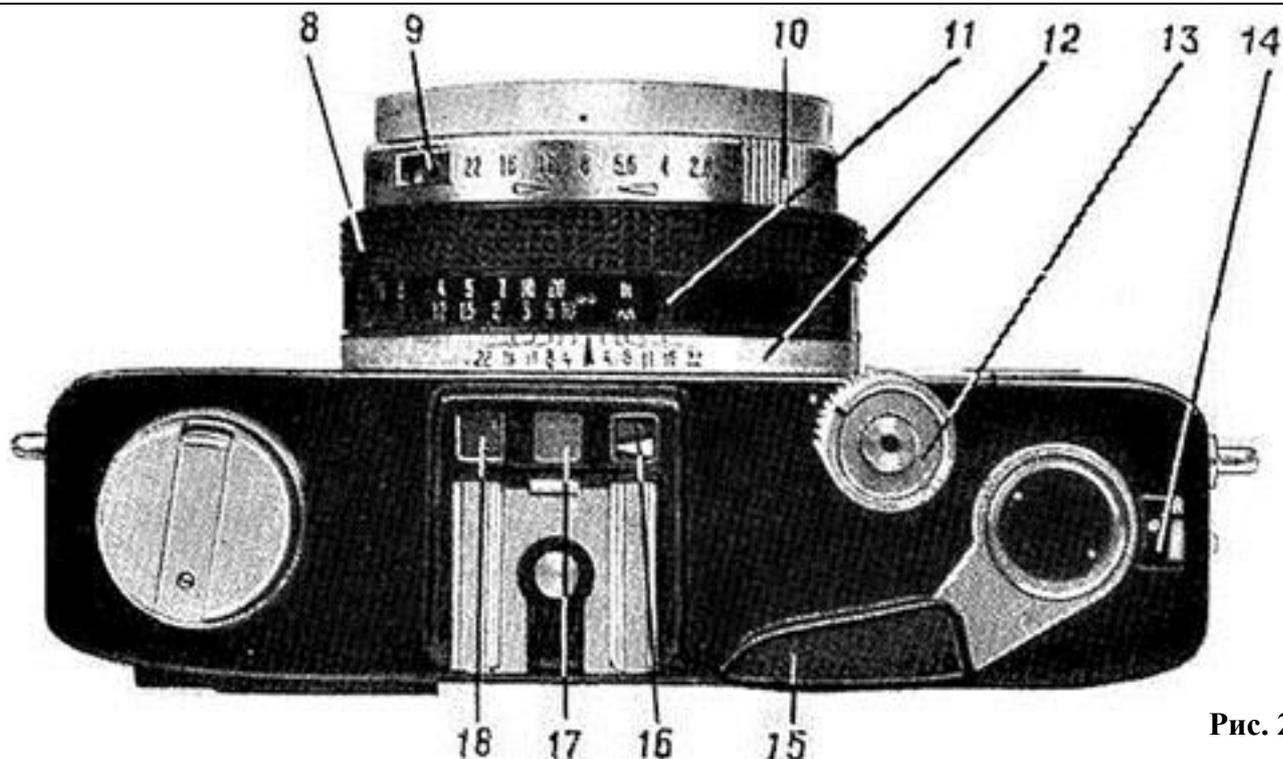
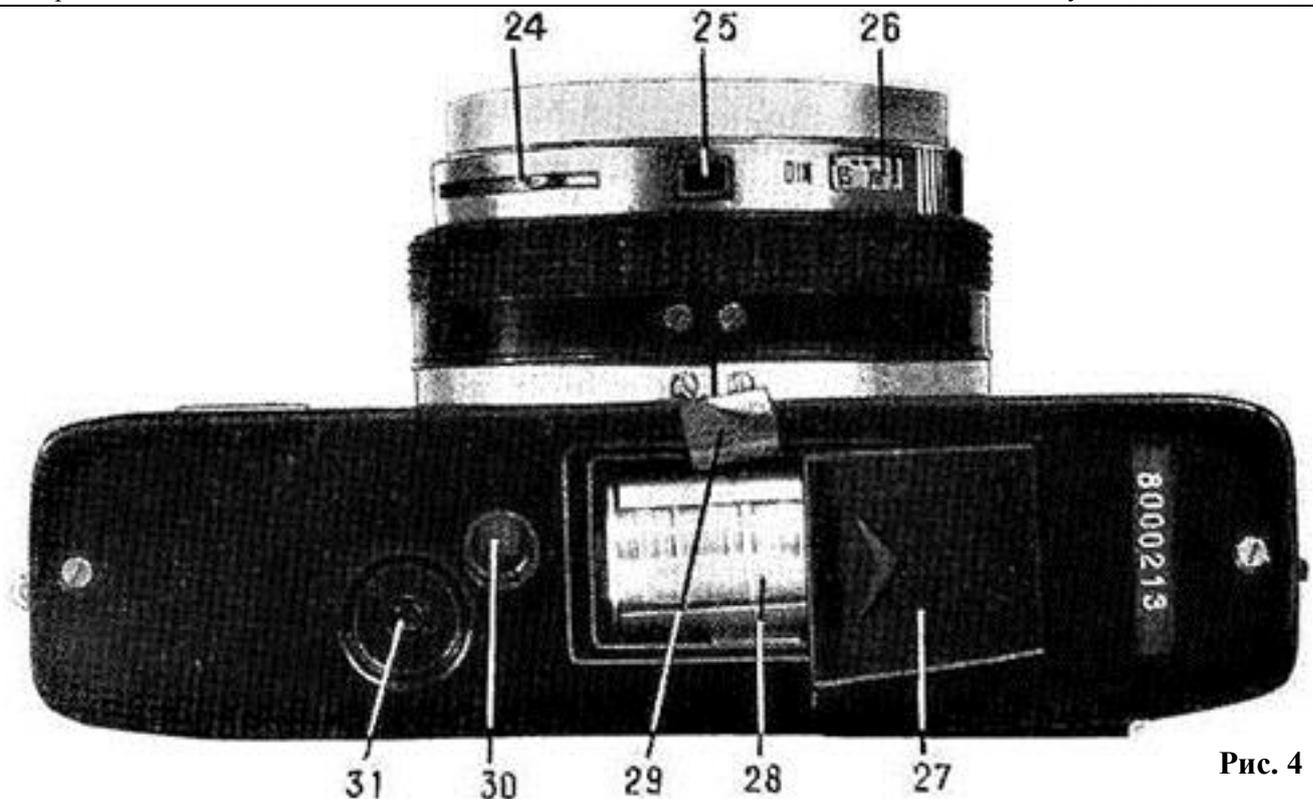
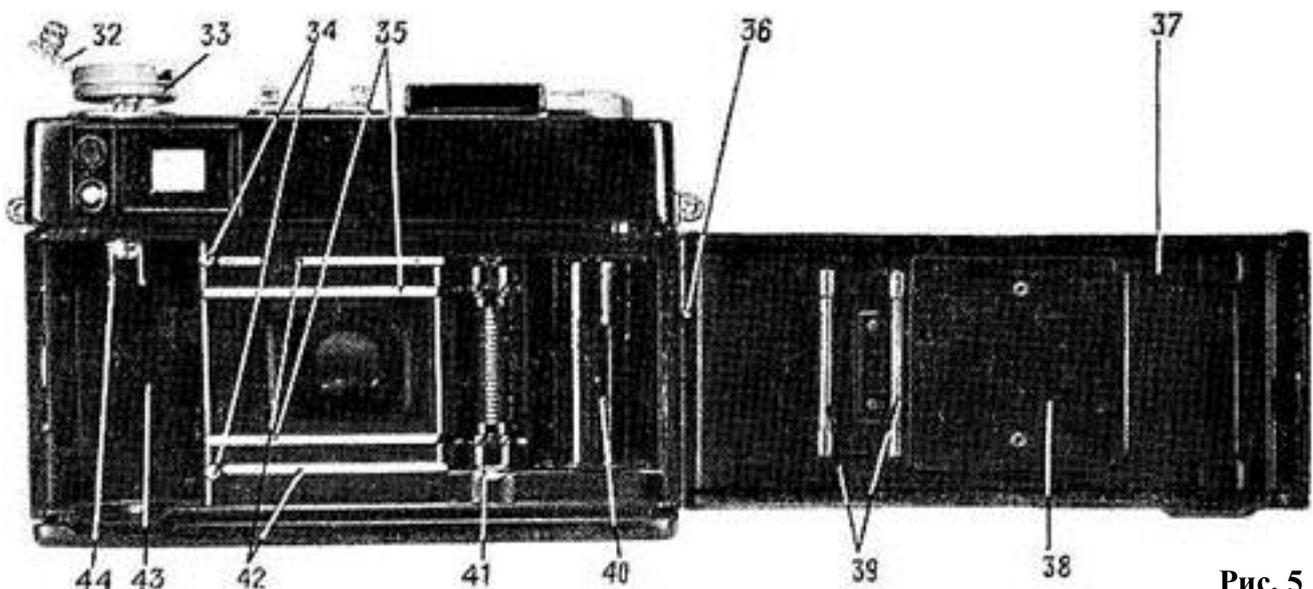

Рис. 2
Рис. 4
Рис. 5
Фотоаппарат «Электра 112» снабжен двумя световыми индикаторами – красным индикатором **18** (см. рис. 2) и желтым индикатором **17**, с помощью которых определяется оптимальный световой диапазон работы фотоаппарата.
Для исключения случайного нажатия спусковой кнопки **4** (см. рис. 1), что может привести к включению электронной схемы и разрядке источника питания, в фотоаппарате предусмотрена блокировка хода спусковой кнопки. Для блокировки хода спусковой кнопки необходимо повернуть фиксатор **13** (см. рис. 2) против направления часовой стрелки так, чтобы точка на фиксаторе расположилась против точки на крышке фотоаппарата.
Задняя крышка **37** (см. рис. 5) сделана съемной.
Фокусировка объектива проверяется с помощью дальномерного поля, расположенного в центре видоискателя. Если объектов не сфокусирован, изображение объекта фотографирования будет двоиться. Совмещение изображений осуществляется поворотом кольца фокусировки **8** (см. рис. 2).
Наличие в фотоаппарата шкалы для определения границ резко изображаемого пространства **12** (см. рис. 2) расширяет его эксплуатационные возможности.
Откройте крышку **27** (см. рис. 4), сдвинув ее в направлении, указанном стрелкой.
Для того чтобы вынуть источник питания из контейнера, необходимо открыть крышку **17** (см. рис. 2) контейнера и потянуть за конец ленту **29** (см. рис. 4).
Откройте заднюю крышку **37** (см. рис. 5), подняв маховик **33** вверх до упора. Вставьте конец пленки в прорезь приемной катушки **40**.
Поворачивая фиксатор спусковой кнопки **13** (см. рис. 2) по направлению часовой стрелки до упора, разблокируйте спусковую кнопку.
Поворачивая курок **15** до упора и нажимая спусковую кнопку, перемотайте два кадра, при этом обратите внимание на маховик **33** (см. рис. 5), который должен вращаться.
Для того чтобы ввести значение светочувствительности, необходимо, нажав клавишу фиксатора **25** (см. рис. 4), поворачивать рукоятку **24** управления кольцом светочувствительности пленки до тех пор, пока в окне **9** (см. рис. 2) против индекса не установится значение светочувствительности пленки в единицах ГОСТ. Значение светочувствительности в DIN устанавливается в окне **26** (см. рис. 4).
Взведите затвор поворотом курка **15** (см. рис. 2) до упора. Если курок не будет доведен до упора, механизм блокировки не позволит ему возвратиться в исходное положение.
После того как будет снят последний кадр, прежде чем вынуть пленку из фотоаппарата, необходимо перемотать ее в кассету. Для этого нажмите кнопку 31 (см. рис. 4) отключения транспортирующего барабана, которая останется в утопленном положении, откиньте рукоятку 32 (см. рис. 5) обратной перемотки и вращайте ее в направлении, указанном стрелкой, до тех пор, пока пленка не будет перемотана в кассету. Окончание перемотки Вы почувствуете по слабому рывку пленки и более легкому вращению рукоятки.
**Примечание.** Если при фотографировании последнего кадра курок 15 (см. рис. 2) взвода затвора и протягивания пленки не дошел до упора и не возвращается в первоначальное положение, то в этом случае необходимо, удерживая кнопку 31 (см. рис. 4) в утопленном положении, довести курок до упора.